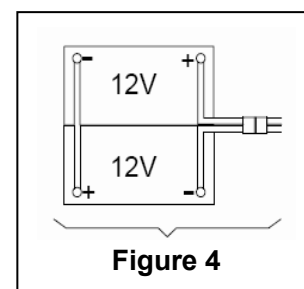

Figure 4
Cette machine nécessite deux (2) batteries 12 V. Veuillez les brancher comme indiqué sur la **Figure 4** à droite.